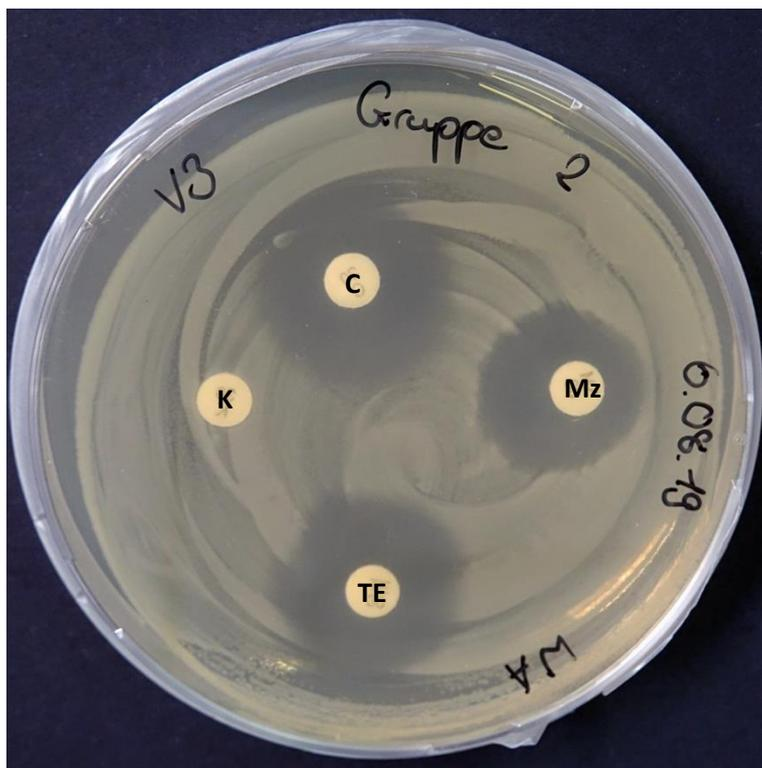

Abb. 3: Antibiotogramm
3.1: Bestimmen Sie anhand von Abb. 3 die Größe der Hemmhöfe und füllen sie die Tabelle aus.